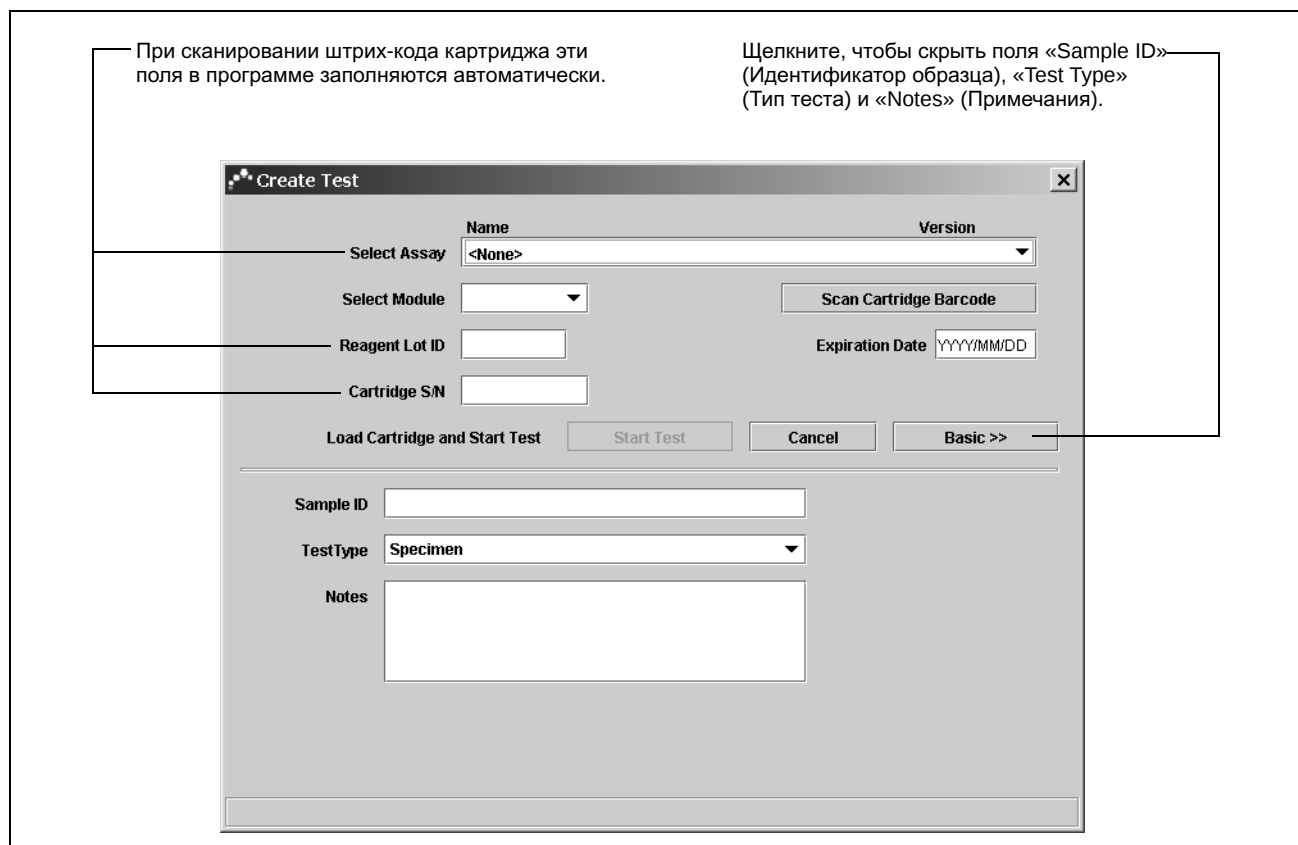

Рис. 5-7. Показано диалоговое окно «Create Test» (Создание теста) с полями «Sample ID» (Идентификатор образца), «Test Type» (Тип теста) и «Notes» (Примечания).
3. Сканируйте идентифицирующий образец штрих-код при помощи входящего в комплект поставки сканера штрих-кодов. Появится диалоговое окно «Create Test» (Создание теста) (Рис. 5-7). Обратите внимание: требуемая информация автоматически вносится в окно «Create Test» (Создание теста).
1. В диалоговом окне «Create Test» (Создание теста) (Рис. 5-7) укажите, какой приборный модуль был выбран в списке «**Select Module**» (Выбрать модуль).